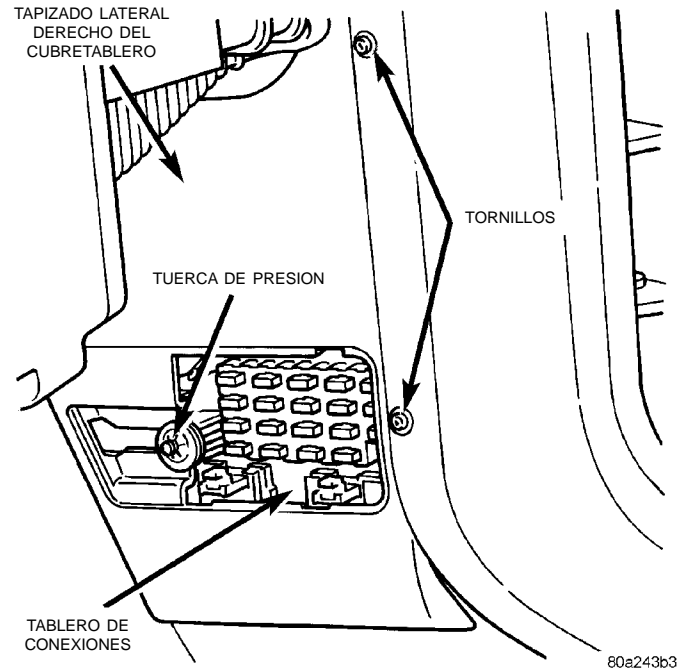

Fig. 23 Desmontaje/instalación del panel de tapizado lateral derecho del cubretablero
- (1) Desconecte y aisle el cable negativo de la batería.
- (2) Retire el panel de acceso a los fusibles, descalzando este panel del panel de tapizado lateral derecho del cubretablero.
- (3) Retire la tuerca de presión que asegura el panel de tapizado lateral derecho del cubretablero al espárrago del tablero de conexiones (Fig. 23).
- (4) Retire los dos tornillos que aseguran el panel del tapizado lateral derecho del cubretablero al tapizado de la abertura de la puerta delantera derecha.
- (5) Retire el panel de tapizado lateral derecho del cubretablero.
- (6) Desenchufe el relé de antena del tablero de conexiones.
- (7) Instale el relé de antena, alineando los terminales de relé con las cavidades del tablero de conexiones y presionando con firmeza el relé en su sitio.
- (8) Conecte el cable negativo de la batería.